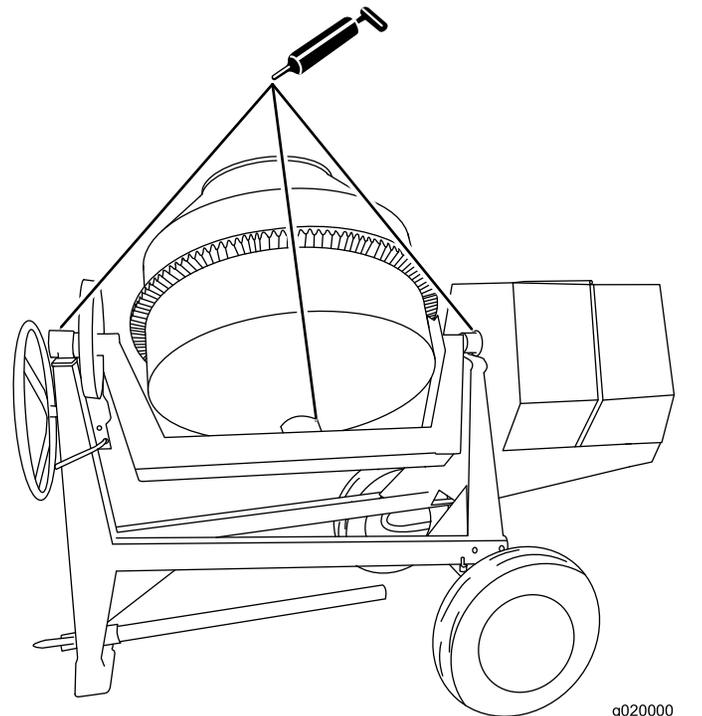

Figure 31
1. Nettoyez la surface autour de chaque graisseur avec un chiffon et retirez le capuchon en plastique du graisseur (Figure 31).
2. Utilisez une pompe à graisse pour lubrifier les graisseurs des deux tourillons et de l'axe de la cuve avec de la graisse universelle au lithium (Figure 31).